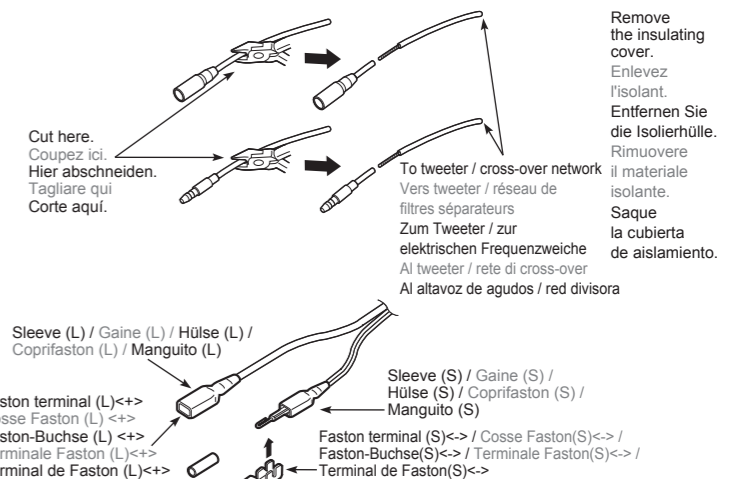

Figure 6 / Figure 6 / Abbildung 6 / figura 6 / Figura 6
- Cut off the bullet terminal of the tweeter lead wire from the tweeter leadwire and cross-over network; then arrange wire to the Faston terminal. (Figure 6)
- Coupez la cosse cylindrique de cordon de tweeter du cordon du tweeter et de celui du réseau de filtres séparateurs; puis fixez une cosse Faston à chaque conducteur. (Figure 6)
- Schneiden Sie die Kugelbuchse des Tweeter-Leitungsdrahts vom Tweeter-Leitungsdraht und der elektrischen Weiche ab; ordnen Sie dann den Draht zur Faston-Buchse an. (Abbildung 6)
When connecting the speaker lead wire, check the terminal indications (WOOFER and TWEETER) on the label on the bottom of the speaker and on the network terminals. Refer to Figure 6 for how to arrange the wires.
Lors du raccordement des cordons de haut-parleurs, contrôlez les indications de bornes (WOOFER et TWEETER) se trouvant sur l'étiquette située à la base du haut-parleur et sur les bornes du réseau de filtres. Pour la disposition des cordons, reportez-vous à la Figure 6.
Überprüfen Sie beim Anschließen des Lautsprecherleitungsdrahts die Klemmenanzeigen (MITTELTÖNER und TWEETER) auf dem Aufkleber, der sich auf der Bodenseite des Lautsprechers und den Netzklemmen befindet. Siehe Abbildung 6 für Hinweise, wie die Drähte anzuordnen sind.